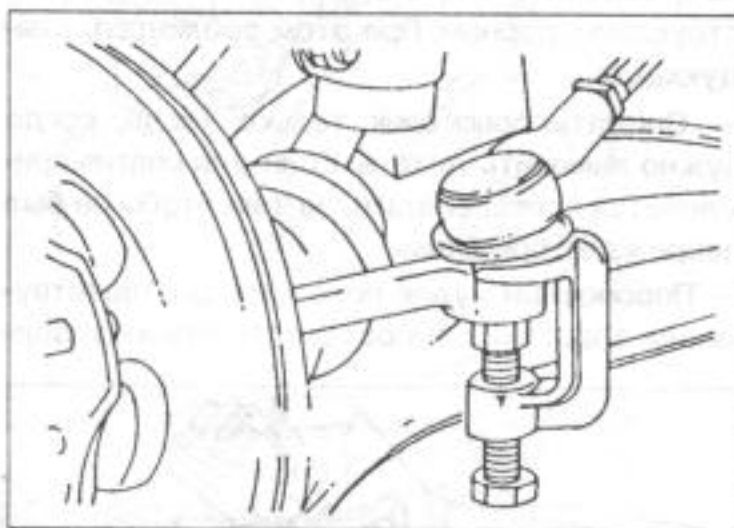

Рис.185.
- Отвинтить гайки шарового шарнира поперечной рулевой тяги с нижней стороны рычага поворотного кулака, пока поверхность гайки не будет ограничена концом резьбового болта. Установить устройство для отжимания болта с шаровой головкой, как показано на рис.185, и убрать соединение болта. Крепко сидящий болт с шаровой головкой освободить коротким, сильным ударом молотка против рычага поворотного кулака, после того как был сильно затянут винт съемника.